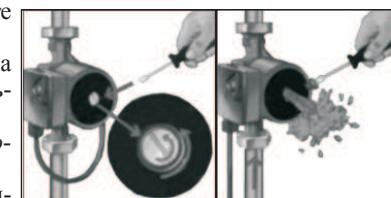

рис. 5
7.1 При первым включением насоса необходимо обеспечить вентиляцию защитной гильзы, для этого открутите винтовую пробку электродвигателя и включив насос дайте ему поработать в течении 30 сек. В течении этого времени оставшийся в системе воздух вытеснится через полый вал. После этого закрутите винтовую пробку электродвигателя обратно (рис. 5).